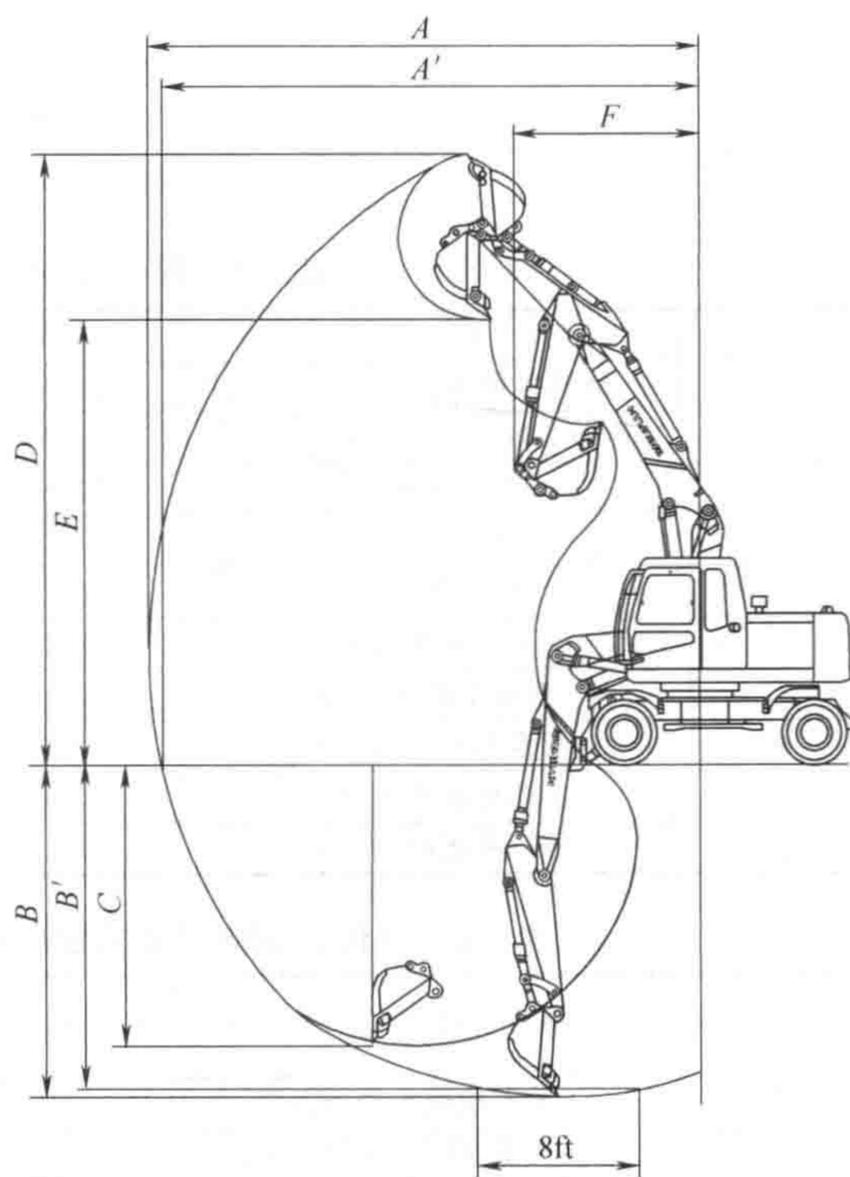

图 1-4 现代 R150W-7 轮式挖掘机
② 图 1-4 是现代 R150W-7 轮式挖掘机的工作范围，其配置为 4.9m 长双节动臂，具体尺寸如表 1-3 所示。